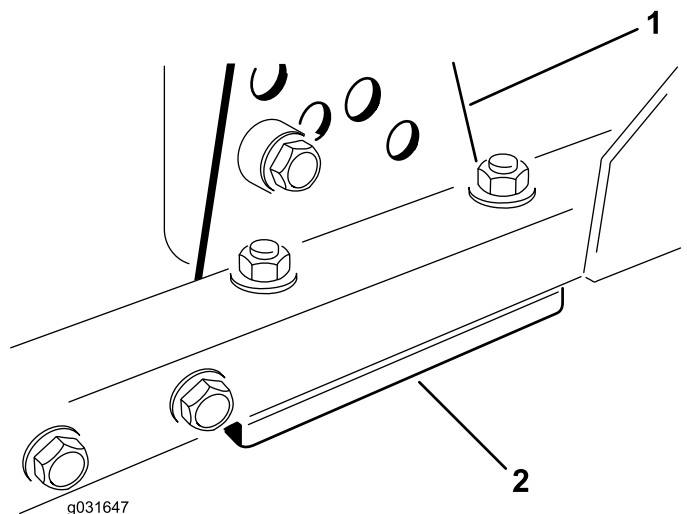

Рисунок 71
1. Снимите кронштейн высоты скашивания (передний, левый или правый) с рамы деки (Рисунок 71).
2. Установите регулировочные прокладки толщиной 1,5 мм и/или 0,7 мм между рамой деки и кронштейном, чтобы получить необходимую настройку высоты (**Рисунок 71**).
3. Установите кронштейн высоты скашивания на раму деки, используя оставшиеся прокладки, установленные под кронштейном высоты скашивания (**Рисунок 71**).